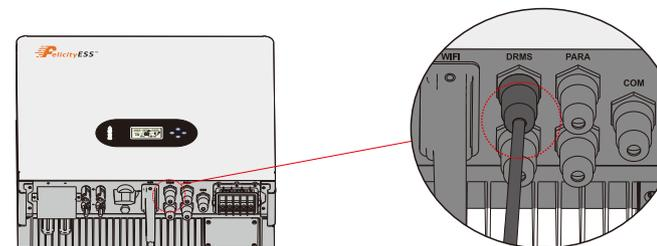

Figure 4.5-5 Interface RJ45
**Étape 4.** Connectez la borne RJ45 à la bonne position sur l'onduleur. Voir la figure 4.5-5.